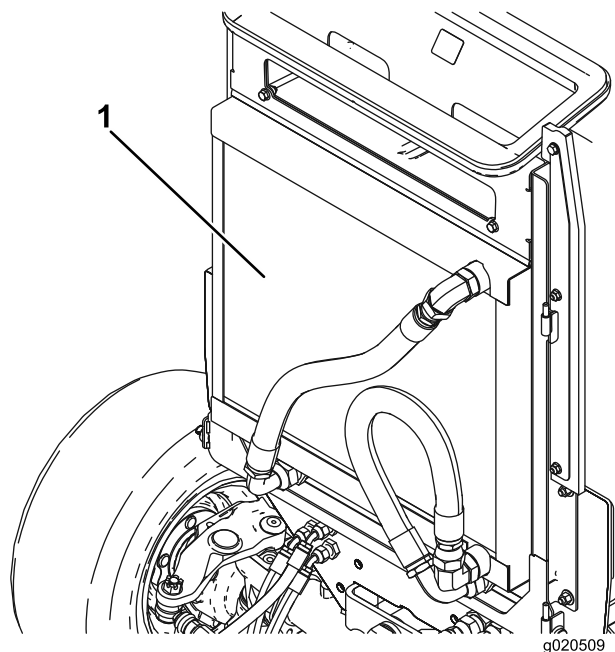

Figure 86
5. Nettoyez soigneusement les deux côtés du refroidisseur d'huile et du radiateur à l'air comprimé (Figure 86).